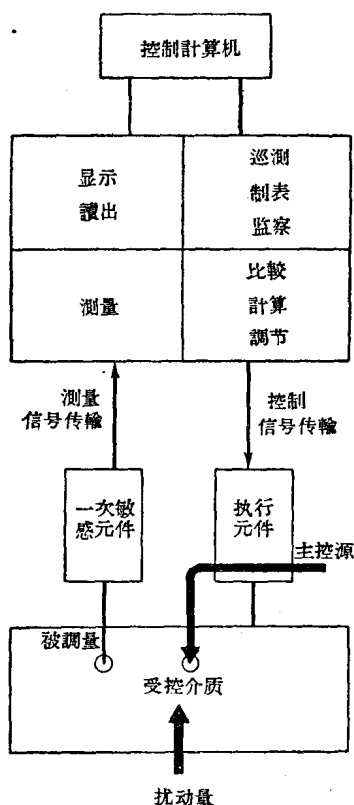

图 1-1 自动控制系统和仪表装置的基本要素
两大主要组成部分是: 1. 过程[即对象]^①; 2. 自动控制装置(图 1-1), 它的作用是: (1)测量过程的变量(被调量), (2)显示被调量, (3)比较被调量与给定值以及(4)当有偏差存在时, 操纵另一个过程变量以校正被调量。全套自动控制装置包括测量装置(一次敏感元件、测量信号传输设备、测量元件、显示设备, 通常还起监察作用)和控制装置(调节器、控制信号传输设备、执行元